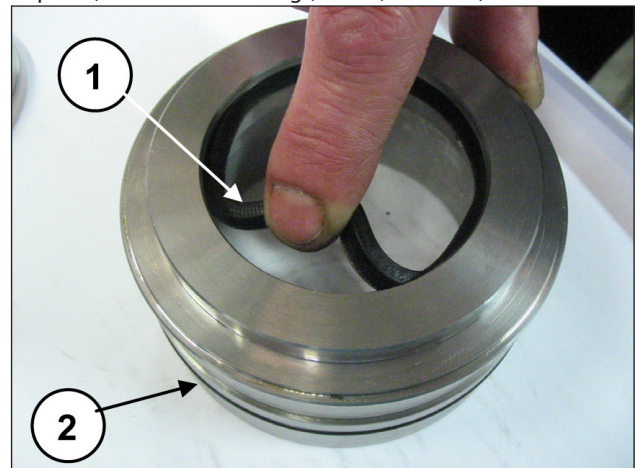

Abb. 194
Setzen Sie die ND-Dichtung in den Halter der Stopfbuchse ein (Pos. ①, Abb. 194) und achten Sie hierbei auf die Einbaurichtung mit nach vorn gerichteter Dichtlippe (zum Kopf hin) und auf den O-Ring (Pos. ②, Abb. 122).